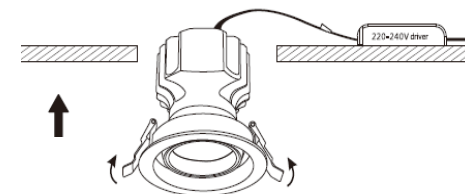

Рис. 3
- 5.7. Прижмите пружинные клипсы к корпусу светильника, правильно вставьте светильник в установочное отверстие, убедитесь, что он установлен правильно (рис. 3 и 4).